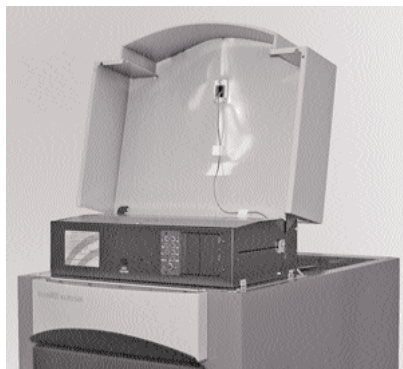

Fig. 51 - Alzare la parte superiore del quadro comando.
- Alzare la parte superiore del quadro comando - Fig. 51.